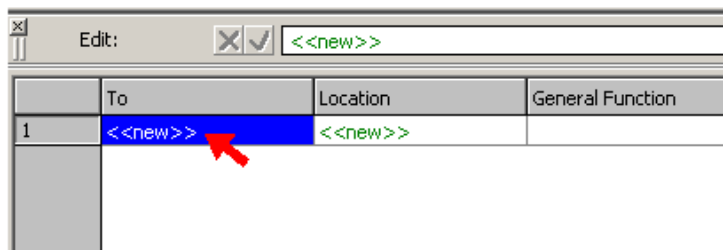
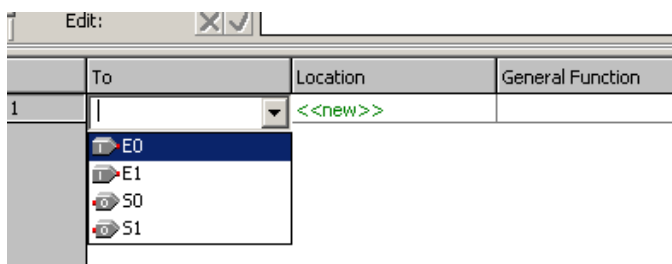

Figura 6.5 Lugar indicado onde clicar para aparecer o nome pinos
Figura 6.6 Listagem do nome dos pinos a serem atribuídos número da pinagem.
2. Clicando duas vezes com o botão da esquerda do mouse sobre o lugar onde mostra a seta na Figura 6.5, os nomes dos pinos do projeto aparecerão, como mostra a Figura 6.6.